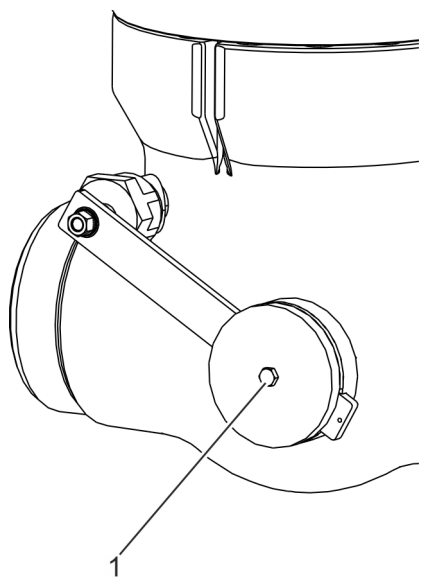

Fig. 13: Soltar la unión atornillada
1. ➤ Suelte la unión atornillada (Fig. 13/1).